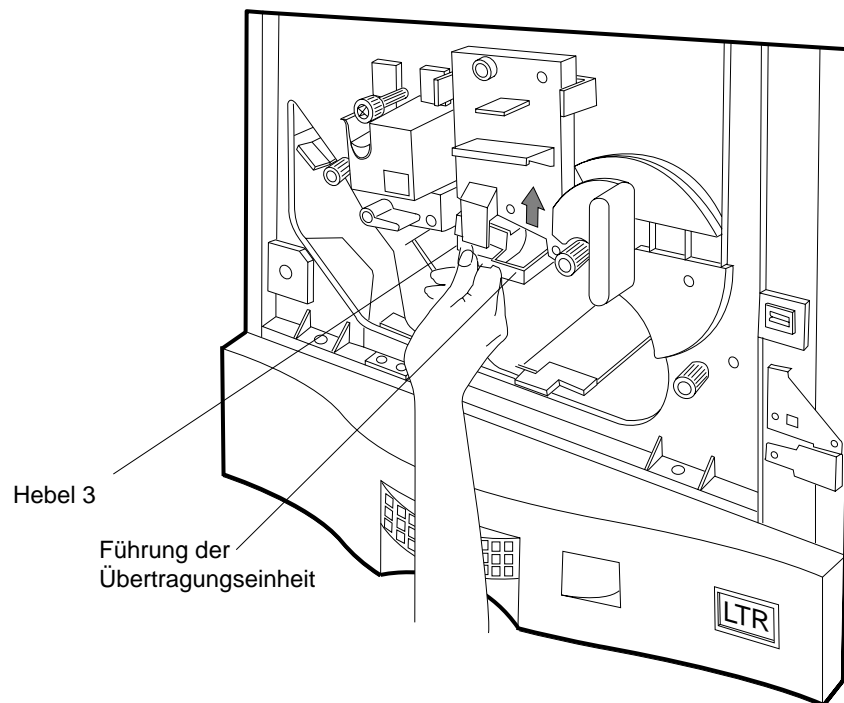

Abbildung 4-32 Sichern der Übertragungseinheit
3. Sichern Sie die Führung der Übertragungseinheit , indem Sie den Hebel 3 nach oben drücken, bis er einrastet (siehe Abbildung 4-32).